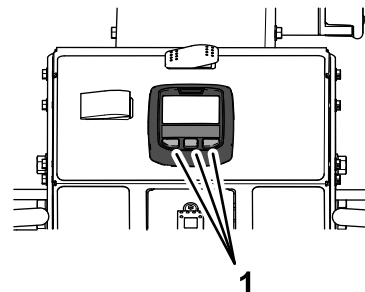

図 31
3. インフォセンターの任意のボタンを押す **図 31**。